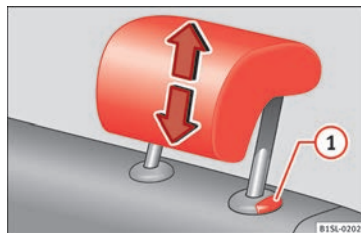

Fig. 119 Desmontar el apoyacabezas trasero.
- Extraiga el apoyacabezas por completo manteniendo pulsada la tecla » fig. 119 ①.